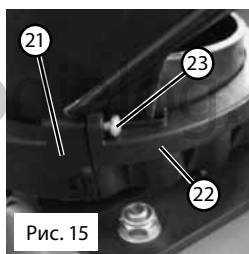

Рис. 15
- Установите разгрузочный желоб на фланец и закрепите его с помощью пластин 21, 22 и винтов 23 (рис. 15).